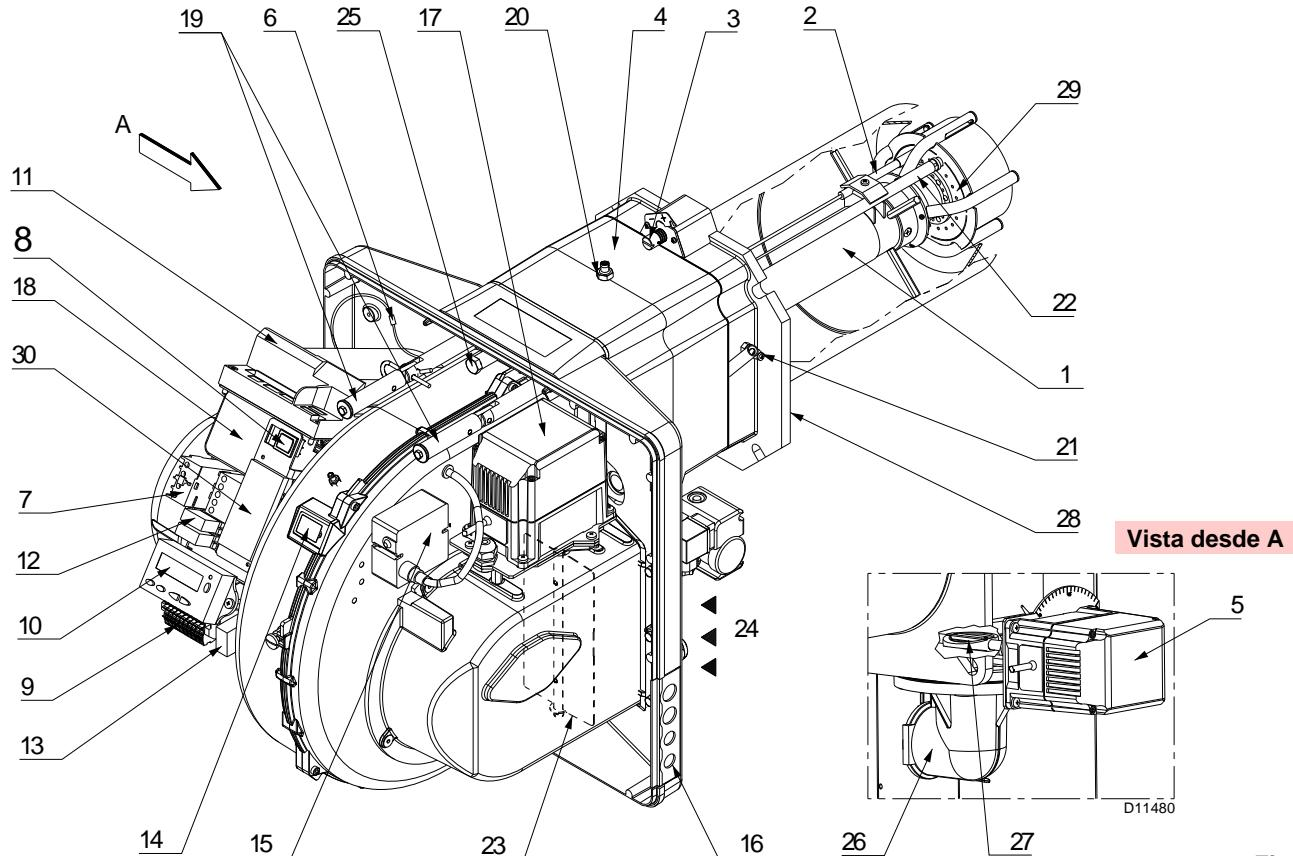

Fig. 5
(1) Condiciones de referencia: Temperatura ambiente 20 °C - Temperatura gas 15 °C - Presión barométrica 1013 mbar - Altitud 0 m s.n.m.
(2) Presión en la toma 5)(Fig. 5) con presión cero en la cámara de combustión y a la potencia máxima del quemador.
(3) Prueba de emisiones sonoras realizadas de acuerdo con la Normativa EN 15036-1 con precisión de medición $\delta = \pm 1,5$ dB, en el laboratorio de combustión del fabricante con quemador funcionando en caldera de prueba a la máxima potencia.